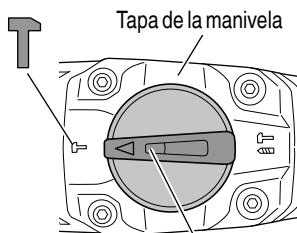

Fig. 7
(1) Cambio a "martilleo"
- (b) Alinee las marcas ▲ de la palanca selectora y **T** de la tapa de la manivela como se ilustra en la Fig. 7.